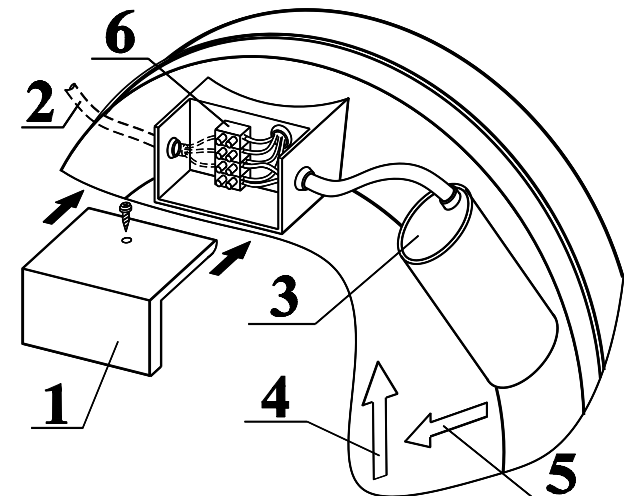

Рисунок 3
- б) проверка надёжности крепления контактов в клеммной колодке (рис.3, поз.6);